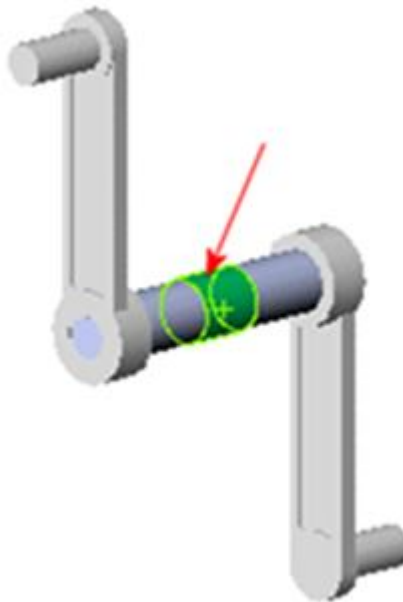

Рис. 3.10. Поверхня для кріплення
8.2. У графічній області виберіть поверхню, показану на рис. 3.10.